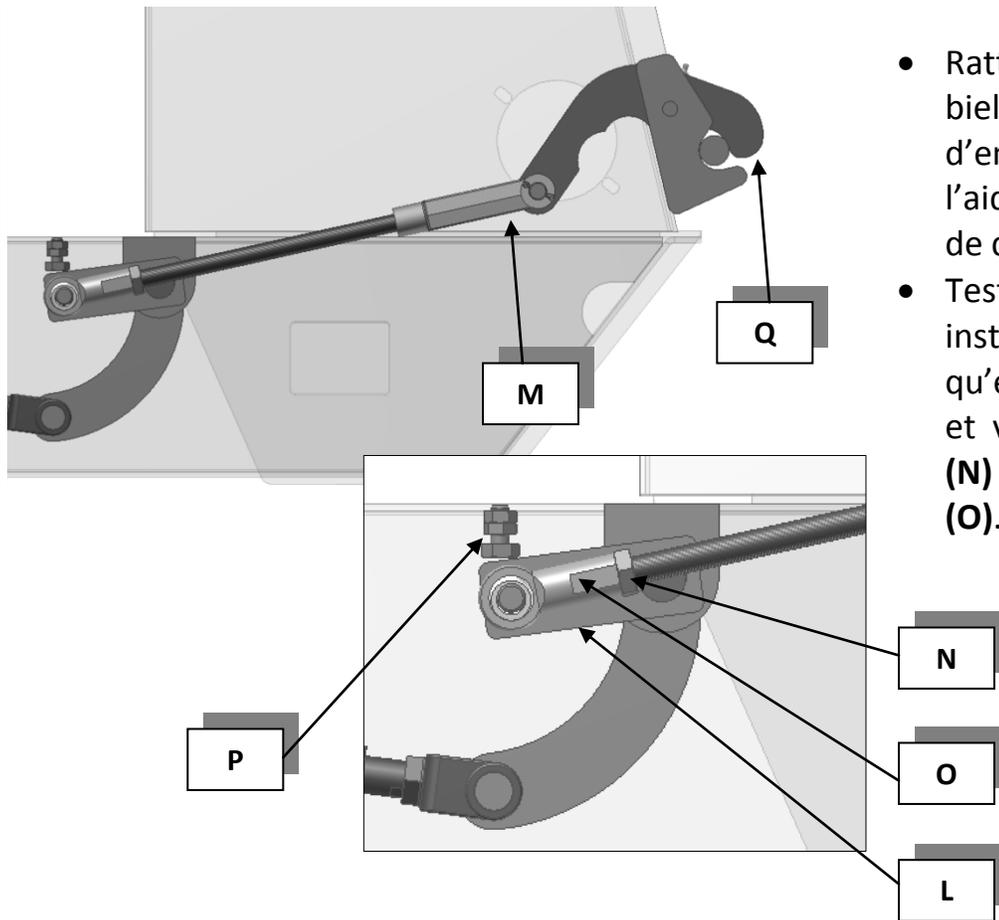

Figure 8
- Testez la nouvelle installation jusqu'à ce qu'elle soit satisfaisante et vissez le contre-écrou (**N**) sur l'embout de bielle (**O**). (Figure 8)
La barrure pour l'arrière à asphalte (**Q**) est un mécanisme à levier excentrique. Lorsque correctement ajusté, il sera facile de mettre la barrure (**Q**) en position centrale afin de l'ouvrir. Il est important que la barrure (**Q**) ne passe pas trop au-delà de son axe, car le cylindre ne serait alors pas en mesure de déverrouiller la barrure de porte. Le boulon d'arrêt de l'excentrique (**P**) devrait être ajusté de manière à prévenir ceci (figure 8).